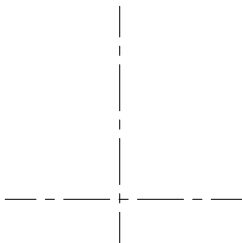

图 7-19 绘制结果
- 04 单击【绘图】工具栏  按钮，绘制如图 7-19 所示的中心线，作为辅助线。